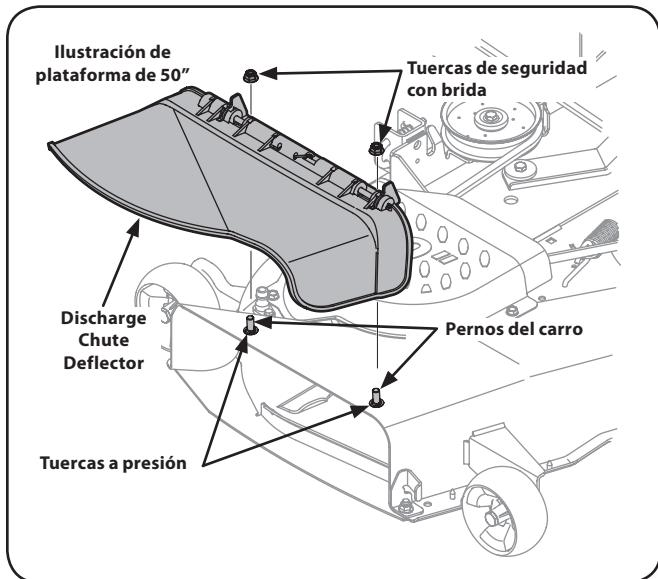

Figure 3-6
3. Instale el deflector del canal de descarga usando los pernos del carro, las tuercas a presión y las tuercas de seguridad con brida, como se indica en la Fig. 3-6 y sujeté bien los elementos de ferretería.